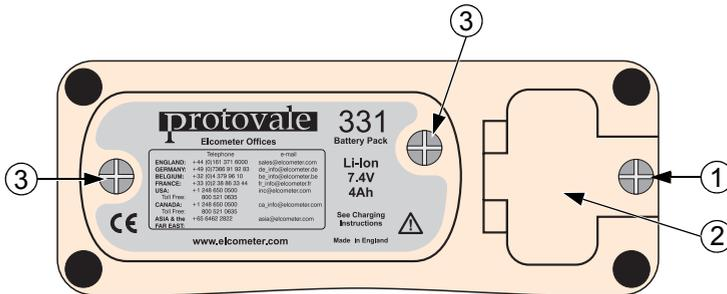

Abb. 2. Rückseite des Messgerätes
1. Schrauben Sie, wie in Abb. 2 gezeigt, auf der Rückseite des Messgerätes die Halteschraube (1) auf, und öffnen Sie die Abdeckung der Schnittstelle (2).
Um den Akkupack außerhalb des Gerätes zu laden öffnen Sie die Schrauben der Batteriehalterung (Abb. 2, Nummer 3) und nehmen Sie den Akkupack heraus. Um den Akkupack außerhalb des Gerätes zu laden, verbinden Sie den Stecker des Ladegerätes mit der Buchse direkt am Akkupack (Abb. 3).